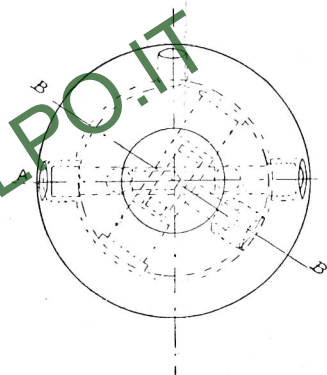

FIG. 18
A) Spoletta a percussione mod. 39 per granata da 47 mod. 35 (fig. 18). È una spoletta a doppio funzionamento: « ordinario » e « istantaneo », provvista di congegno di sicurezza di cassula.
Fino a consumazione, è in distribuzione la spoletta a percussione mod. 35 per granata da 47 mod. 35 (fig. 18).